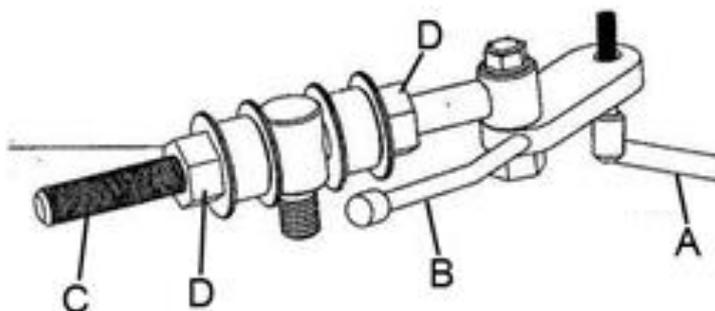

Рис. 10
Натяжение ремня. Если натяжение ремня слишком слабое, его нужно отрегулировать. Для этого ослабьте натяжение ремня путем оттягивания ручки (В, Рис. 10), ослабьте обе гайки (D, Рис. 10), поворот гайки (D, Рис. 10) по часовой стрелке увеличивает натяжение ремня, поворот против часовой стрелки уменьшает натяжение ремня. Проверьте результат путем вдавливания ручки (В, Рис. 10) в рабочую позицию. Натяжение ремня нужно проверить путем нажима на ремень посередине между двумя роликами со средней силой большими пальцами руки. Если желаемое натяжение достигнуто, зафиксируйте позицию затягиванием гайки (D, Рис. 10).
1. **Замена ремня.** Для замены ремня следует ослабить стержень (А, Рис. 10), ослабить натяжение ремня путем оттягивания ручки (В, Рис. 10). Заменить ремень. Не использовать старые и новые ремни в одной и той же сборке.
2. **Корректировка скорости.** ("Чавканье" ремня) Разместите ремни на роликах. Маленький ролик на шпинделе и большой ролик на двигателе означают более высокую скорость. Большой ролик на шпинделе и маленький ролик на двигателе означают более низкую скорость. Задвиньте ручку (В, Рис. 10), проверьте натяжение ремня, если все хорошо, закрепите стержнем натяжения (А, Рис. 10), если нет, начните с шага 1. Натяжение ремня.